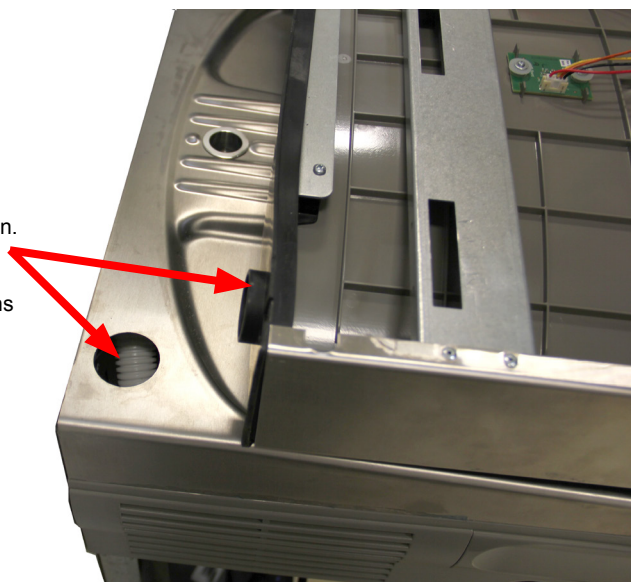

Fig. 12
- 13) Poser la remplisseuse de bouteille sur les trois (3) pattes en angle qui dépassent de la plaque de fixation murale posée au mur. S'assurer que le bossage rond du joint s'engage dans l'orifice de la fontaine (voir Fig. 12, p. 11).
- 14) Une fois que la remplisseuse de bouteille est en place sur les pattes de la plaque murale, pousser le haut de la remplisseuse vers le mur et aligner les deux (2) trous du capot supérieur avec ceux du support mural.